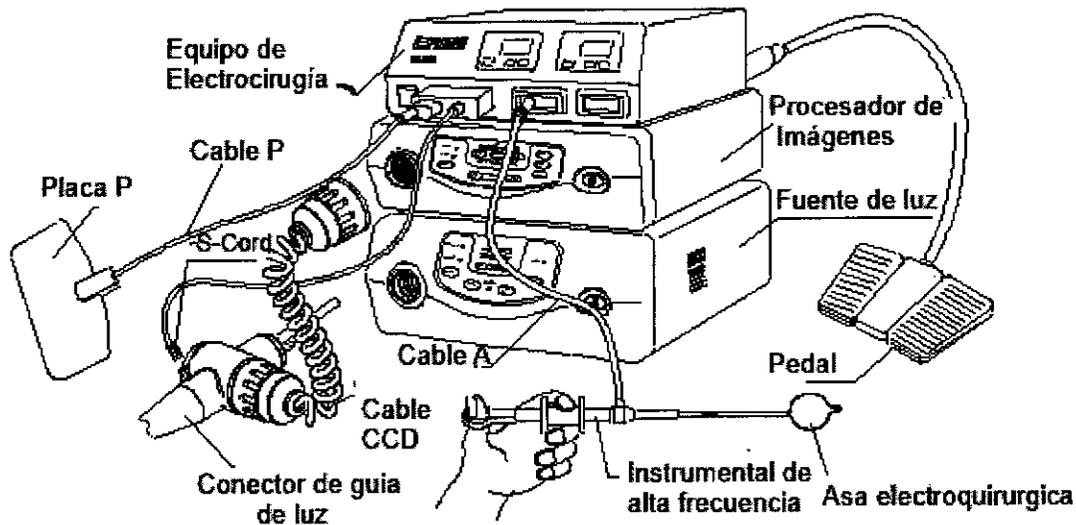

Figura 3.4.3. Conexión del equipo de electrocirugía al resto del sistema.
- A continuación, en la Figura 3.4.3. se puede ver como se conecta el equipo de electrocirugía al resto de los equipos que se utilizan junto con el videoendoscopio: